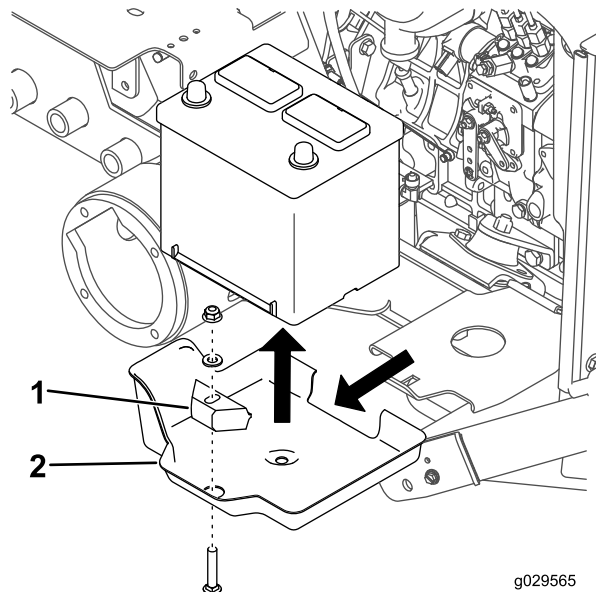

Figure 8
3. Retirez le boulon de carrosserie, la rondelle, le dispositif de retenue et l'écrou qui fixent la batterie (Figure 8).
4. Enlevez la batterie de son support (Figure 8).
5. Enlevez le support de la batterie de la plate-forme (Figure 8).